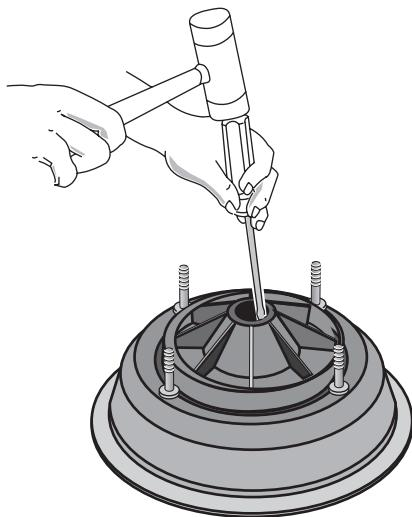

Figura 10
- Coloque la mitad posterior de la bomba sobre una superficie plana y golpetee el asiento de cerámica para sacarlo. Consulte la Figura 10.